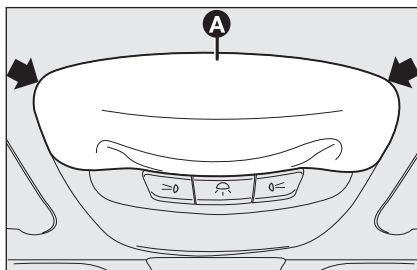

fig. 33
- agir dans les points indiqués par les flèches et enlever le préformé **A**-fig. 33;